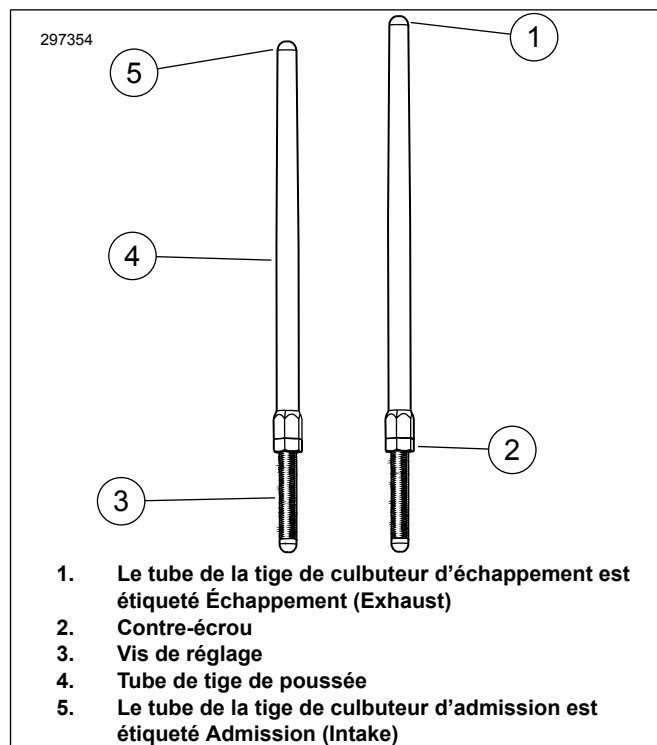

Figure 3. Tige de poussée réglable
6. Figure 3 Desserrer l'écrou de blocage sur toutes les tiges de culbuteur et les régler à leur longueur la plus courte.